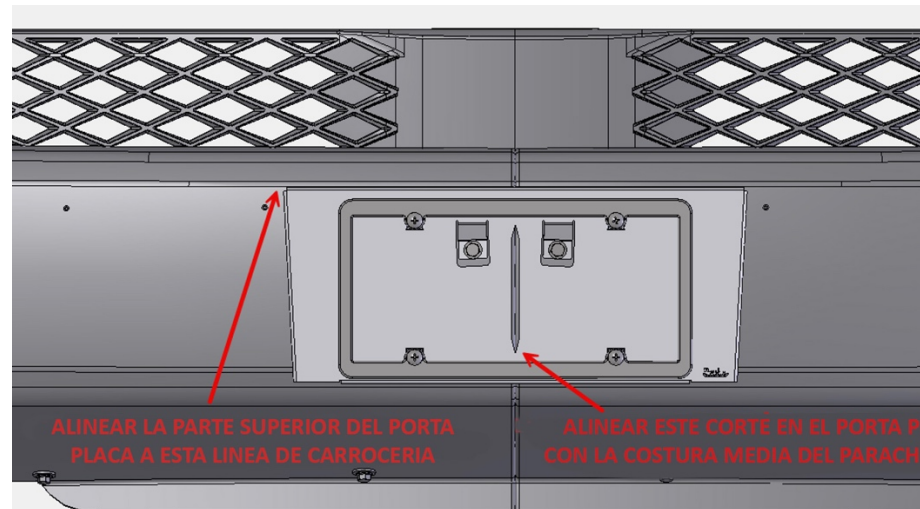

Figura 1: Posicionamiento del Porta Placa sobre el camión
- Coloque el porta placa en su lugar en el camión como se muestra en la **Figura 1** abajo.